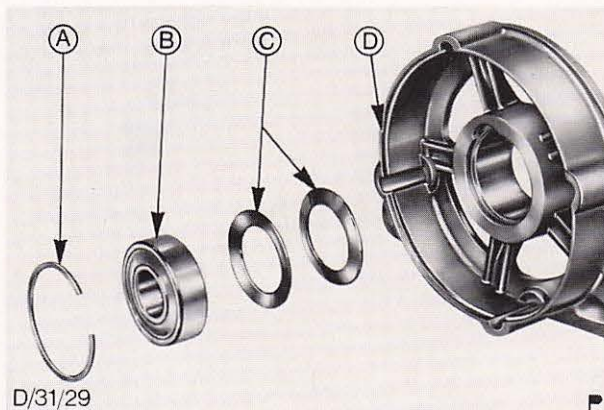

Abb. 83 Antriebsseitiges Lager kompl.
17. Beide antriebsseitige Druckscheiben C, Lager „B“ und Sprengring „A“ einsetzen. Abb. 83.